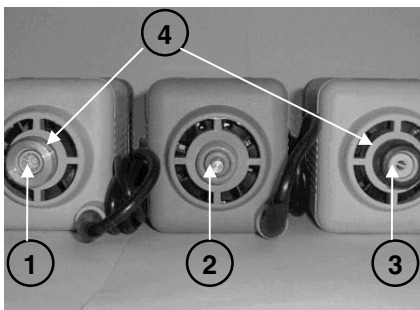

Fig. 3
L'appareil est maintenant en mesure de fonctionner; selon le type de moteur, différents raccords pour arbres flexibles sont disponibles; voici les trois modèles (voir Fig. 3):
- 1) dévisser l'embout présent sur le fond du corps du moteur (4 - Fig. 3), et l'enfiler sur le flexible;